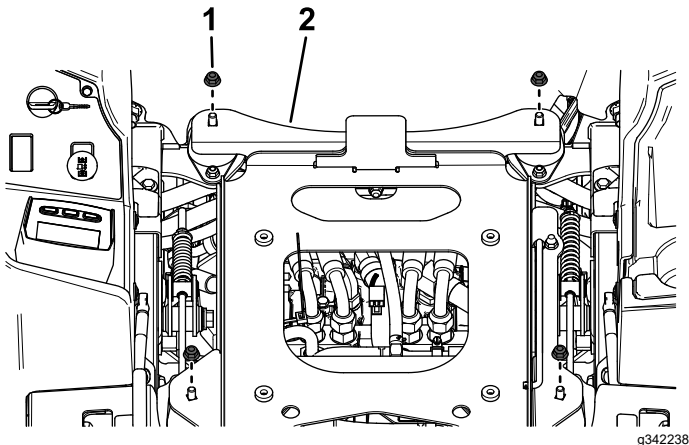

Bild 25
2. Entfernen Sie die vier Bundmutter ( $\frac{3}{8}$ " ) von der Sitzstützplatte (Bild 25).